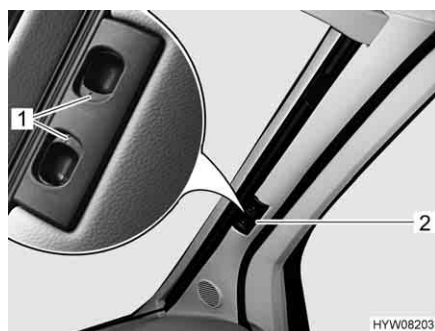

Fig. 31 Dispositif occultant plissé pour le pare-brise
- Pousser les deux moitiés du dispositif occultant plissé pour le pare-brise par la poignée (Fig. 31,2) à fond vers l'extérieur. Déplacer la poignée à l'horizontale en direction de l'évidement de verrouillage.
- Faire s'enclencher les poignées de déverrouillage (Fig. 31,1).